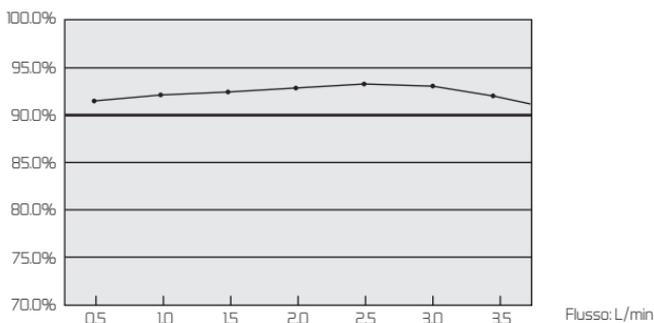

Figura 1
6. Grafico illustrativo dei valori di concentrazione di ossigeno come funzione della portata con una pressione nominale in uscita pari a zero (Figura 1):